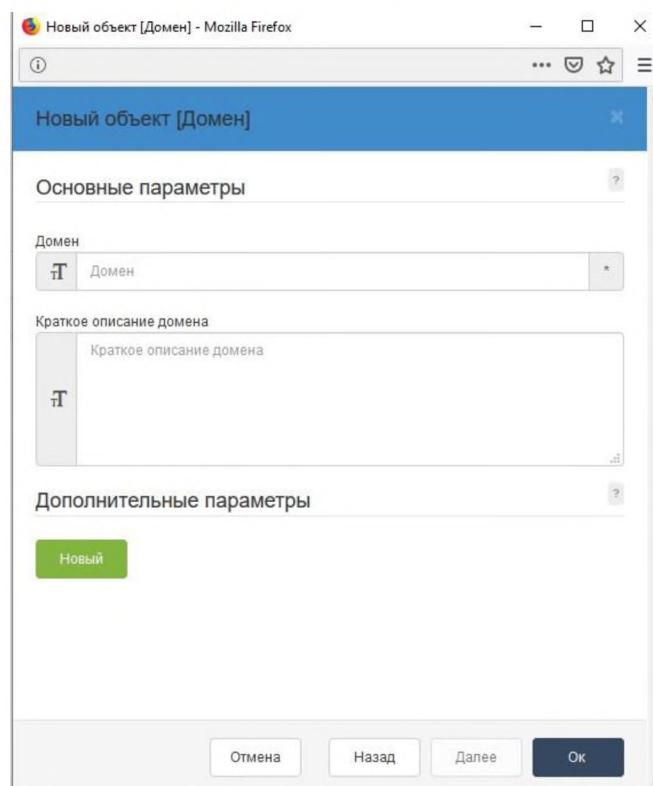

Рисунок 6 – Ввод наименования домена
4) Введите наименование домена и нажмите **OK** (рис. 6).